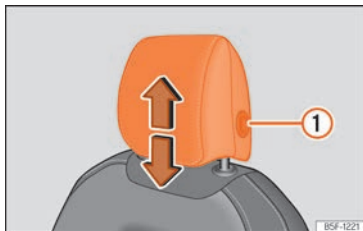
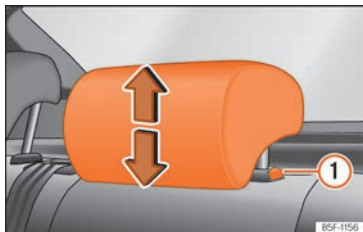

Abb. 113 Vordersitz: Kopfstützeinstellung.
Abb. 114 Kopfstützen hinten: Kopfstützeinstellung.
Weise vor und drücken Sie gleichzeitig die seitliche Taste ① » Abb. 113 » Abb. 114.
- Seitliche Taste drücken » Abb. 113 ① und Kopfstütze herausziehen.